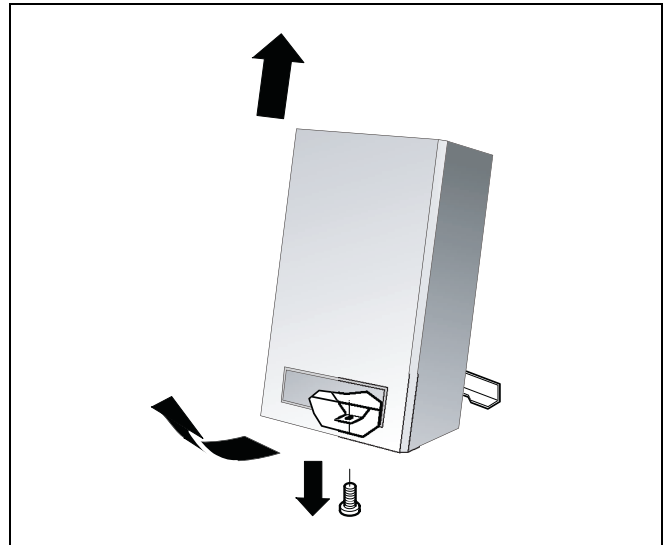

fig. 17 Mantel verwijderen
- Verwijder de mantel van het toestel (→ fig. 17).